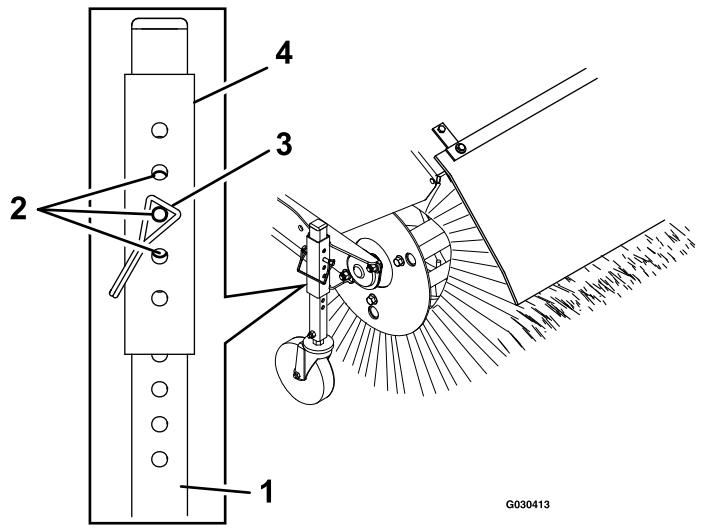

Figura 9
- Para ajustar a altura da vassoura, remova e guarde o pino da manga ajustadora e tubo da roda da roda giratória (Figura 9).
- Para um ajuste mais fino, deslize a manga ajustadora 1 furo para cima ou para baixo no tubo da roda giratória para ajustar a altura da vassoura em incrementos de 3 mm (Figura 9). Repita os passos 3 a 5 para a outra roda giratória.